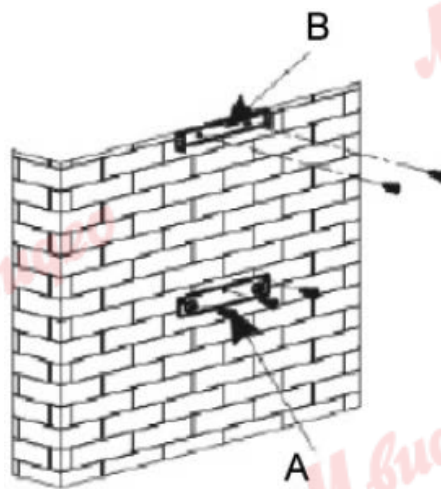

Рис. 1
При наличии выходного отверстия на улицу (рис. 1)
- Просверлите 3 намеченных отверстия диаметром 8 мм и вставьте дюбели (рисунок 1, А).
- Установите кронштейн для крепления прибора и проверьте, чтобы он был установлен идеально ровно (рисунок 1, А).
- Рассчитайте окончательную высоту установки U-образной скобы для крепления короба (рисунок 1, В).
- Просверлите 2 отверстия диаметром 8 мм и установите скобу для крепления короба. Обратите внимание, что она должна быть расположена по одной оси с прибором (рисунок 1, В).
- Рассчитайте окончательную высоту установки U-образной скобы для крепления короба (рисунок 1, часть В).